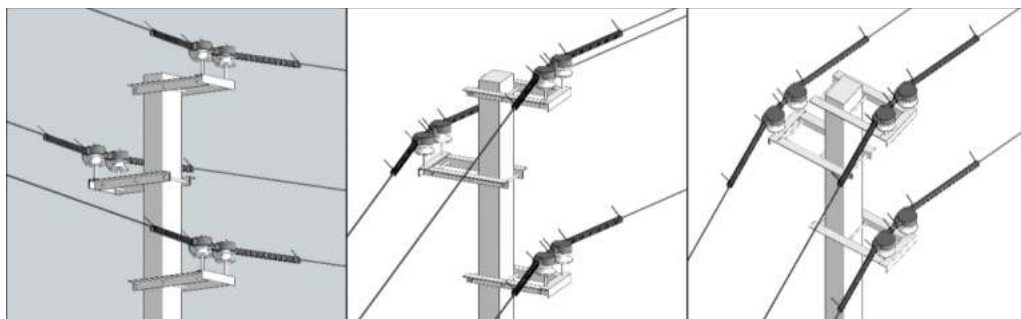

Рис. 29. Опора ВЛ, оборудованная ПЗУ-6-10кВ-У-2-НГ
8.3.6. Установить аналогичным образом остальные устройства на оставшиеся штыревые изоляторы. (Рис. 29).